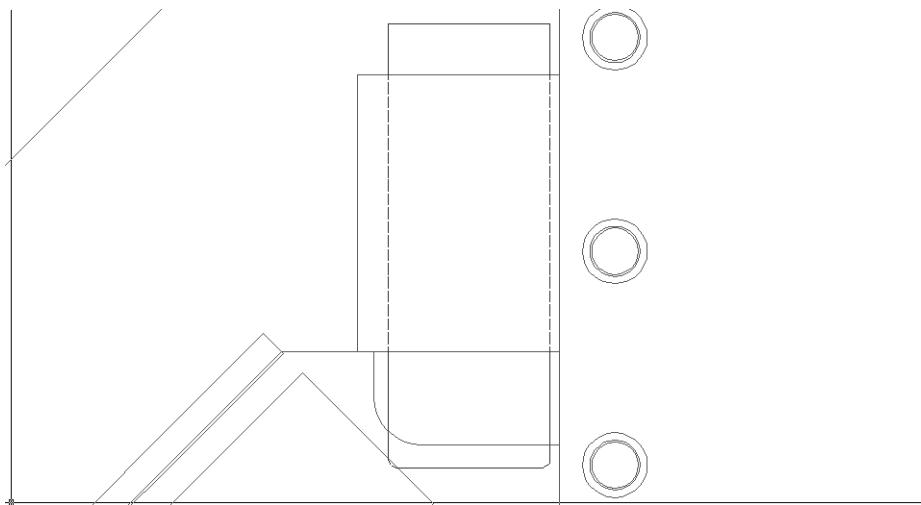

Рис. 6.27 ▼ На слое **СБлок П** должны остаться две вертикальные линии и левая дуга
- Разморозьте слой **СБлок П**. Теперь объекты обоих слоев дополняют друг друга, образуя контур системного блока, часть элементов которого отображается штриховыми линиями, как это и должно быть при изображении на чертеже объектов, скрытых другими объектами (рис. 6.27).